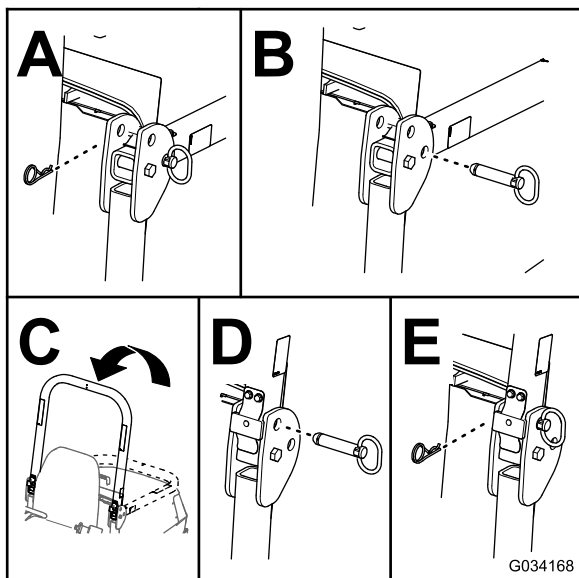

Figura 32
2. Retire las chavetas y los pasadores de la barra antivuelco (Figura 32).
3. Eleve la barra antivuelco y sujétela con los pasadores y las chavetas (Figura 32).